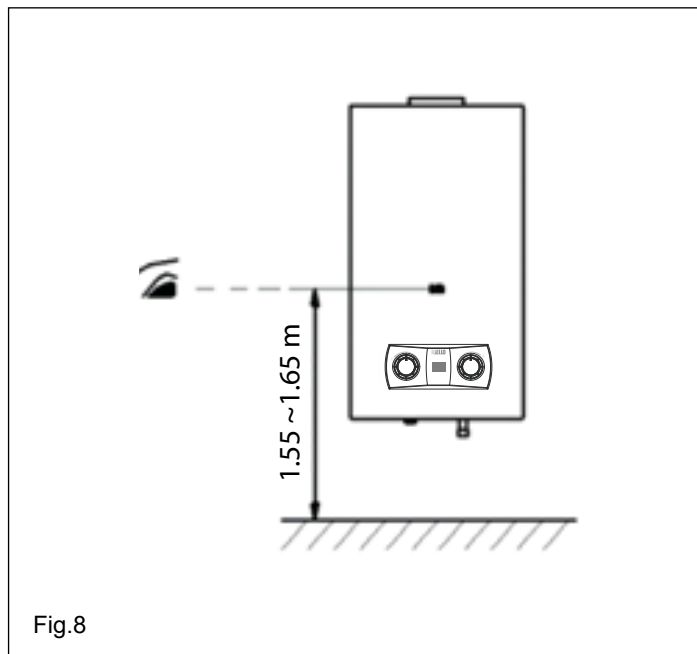
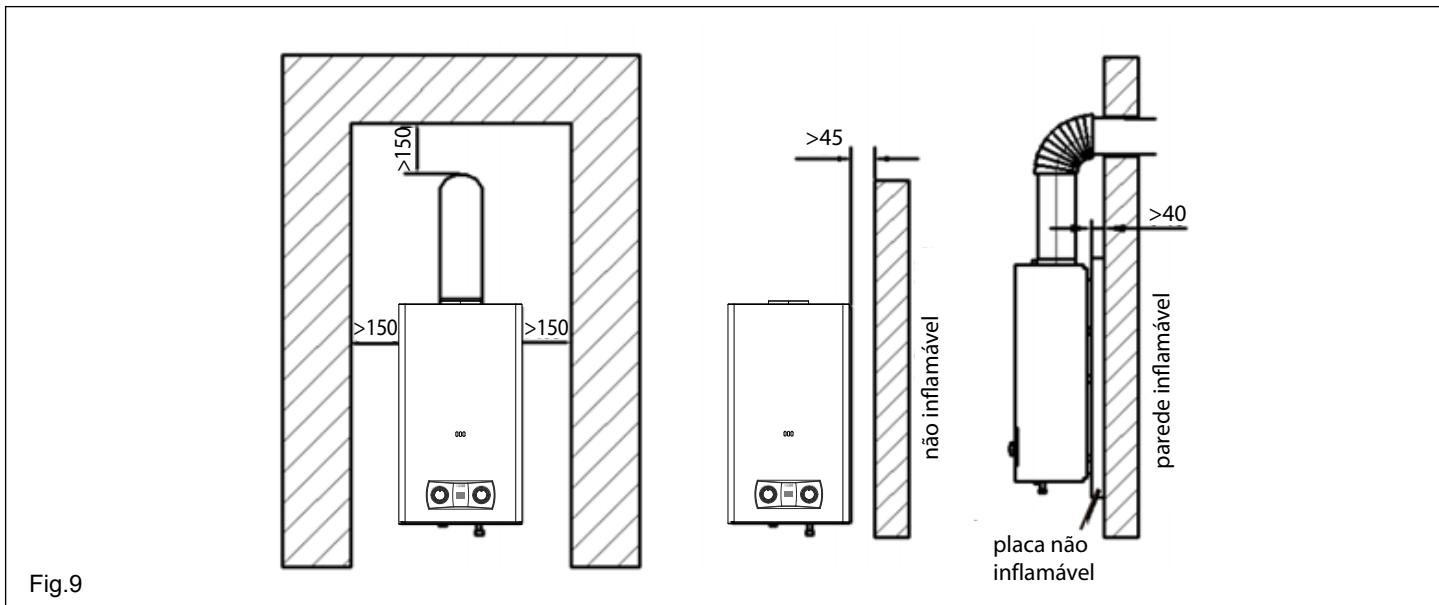

Fig.8
Fig.9
- A janela de inspeção da chama do aparelho deve estar ao nível dos olhos, aproximadamente 1,55 m-1,65 m do pavimento. (Fig.8). O aparelho deve ser instalado a certas distâncias dos objetos próximos, sejam estes inflamáveis ou retardadores de chama em caso de incêndio (Fig.9).